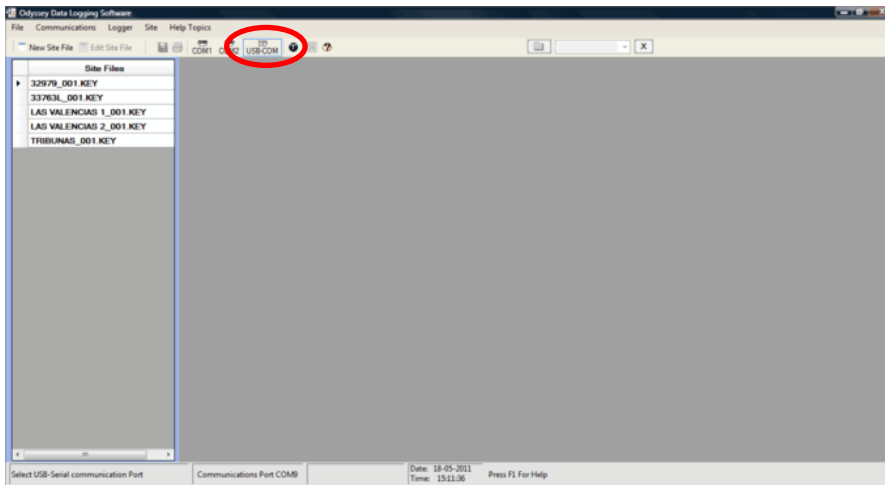

Figura 2. Selección del puerto de comunicación USB
4.3 Seleccione el puerto de comunicación USB-COM. Ver figura 2.